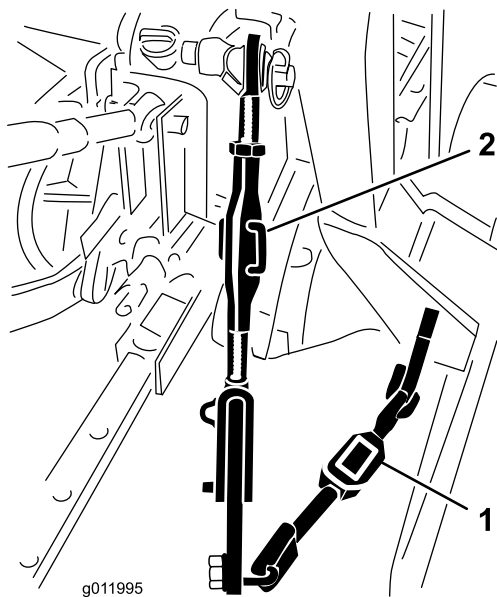

Figure 8
1. Réglez les tiges inférieures vers l'intérieur jusqu'à ce qu'elles touchent les plaques de montage du souffleur (Figure 8).
2. Tournez le corps de la tige réglable (le cas échéant) pour élever ou abaisser le bras d'attelage jusqu'à ce que le souffleur soit de niveau transversalement (Figure 8).